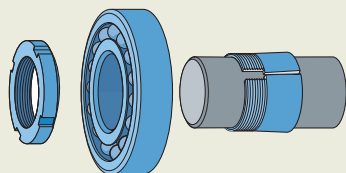

Fig. 26
- 3 Ajuste la tuerca con una llave de gancho o de impacto hasta obtener el juego correcto en el rodamiento (fig. 26).